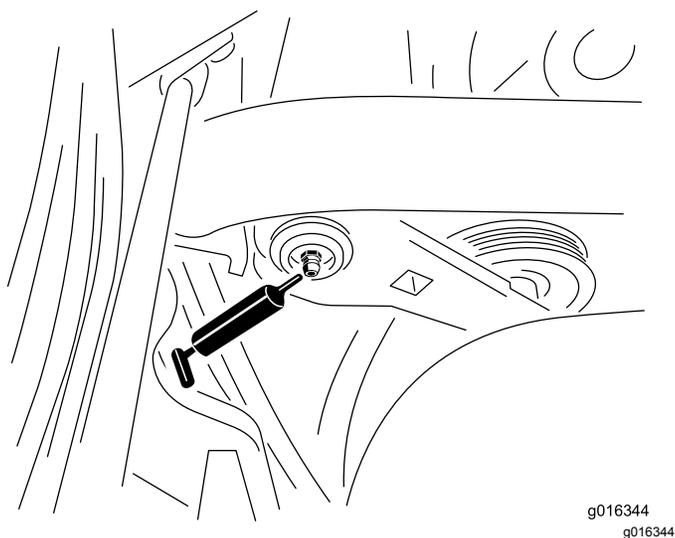

Рисунок 43
1. Во избежание попадания загрязнений в подшипник и втулку дочиства протрите все масленки(Рисунок 43).